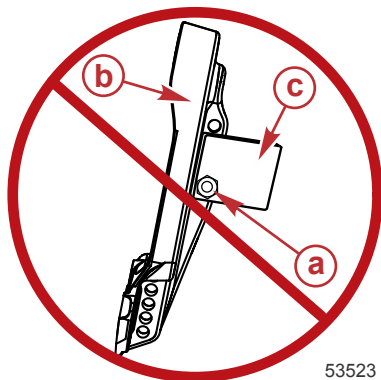

Рис. 3
2. Не подсоединяйте вспомогательное оборудование к судну с помощью крепежа двигателя. См. рис. 3.